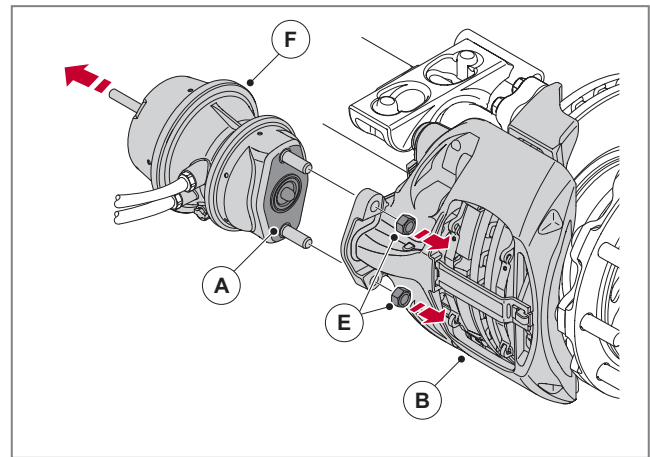

Abb. 24 - Bremszylinderkomponenten demontieren
4. Stellen Sie ggf. sicher, dass der Federspeicherbremszylinder *siehe* ► Abb. 24, (F) vollständig gelöst und in dieser Position mechanisch gesichert ist.
6. Demontieren Sie die beiden Muttern (E), die dem Bremszylinder als Befestigung dienen. Entfernen Sie den Bremszylinder (A/F) vom Bremssattel (B), *siehe* ► Abb. 24.